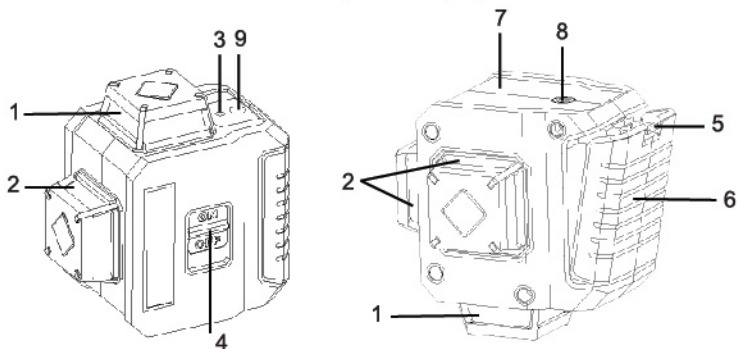

Рис.2 Конструкция Нивелира НЛ-360-3
Конструкция лазерного нивелира НЛ-360-3 (Рис. 2):
2. Последовательным нажатием кнопки 9 (рис. 2) можно отдельно проецировать каждую из 3-х плоскостей (Рис Е, Ж, З)